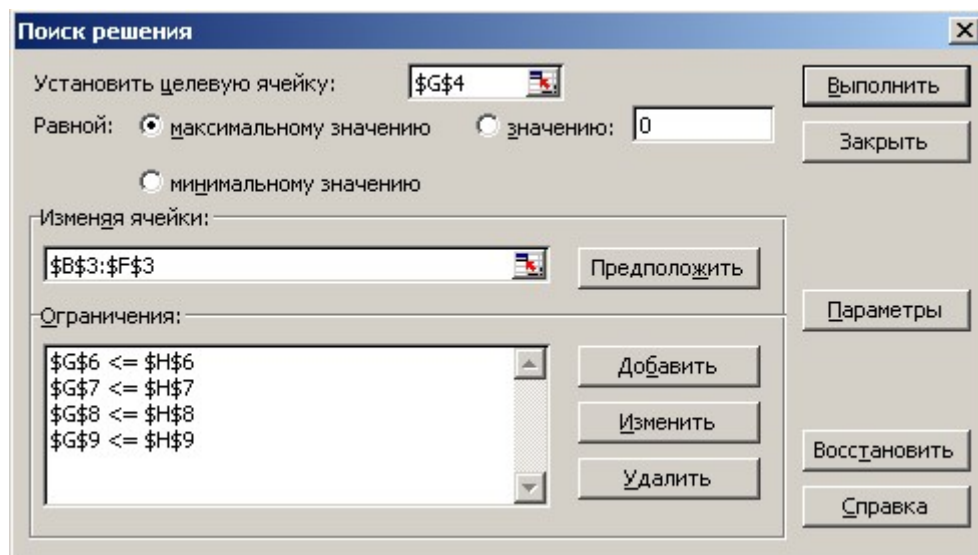

Рис. 3.2
3.1.4. В строке **Меню** выбрать команду **Сервис\Поиск решения**. Появляется диалоговое окно **Поиск решения** (рис. 3.2).
- В диалоговом окне **Поиск решения** (рис. 3.2) щелкнуть левой клавишей мыши по кнопке **Параметры**. На экране появляется диалоговое окно **Параметры поиска решения**.